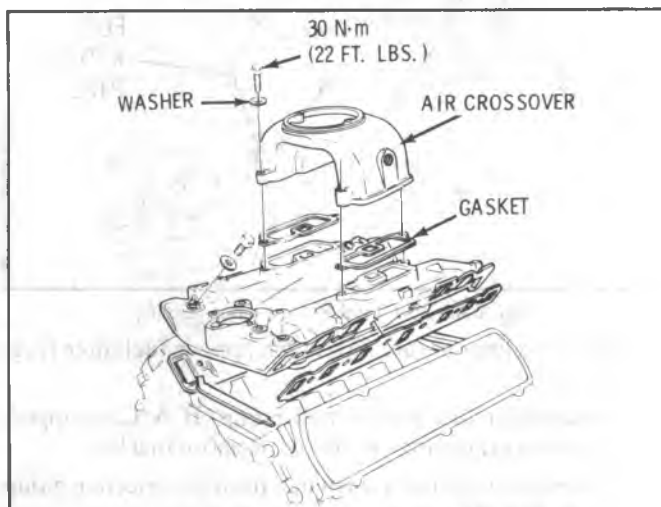

Fig. 6A6-23--Air Crossover (Calif.)
**INJECTION PUMP FUEL LINES (Fig. 6A6-14, 14a)**